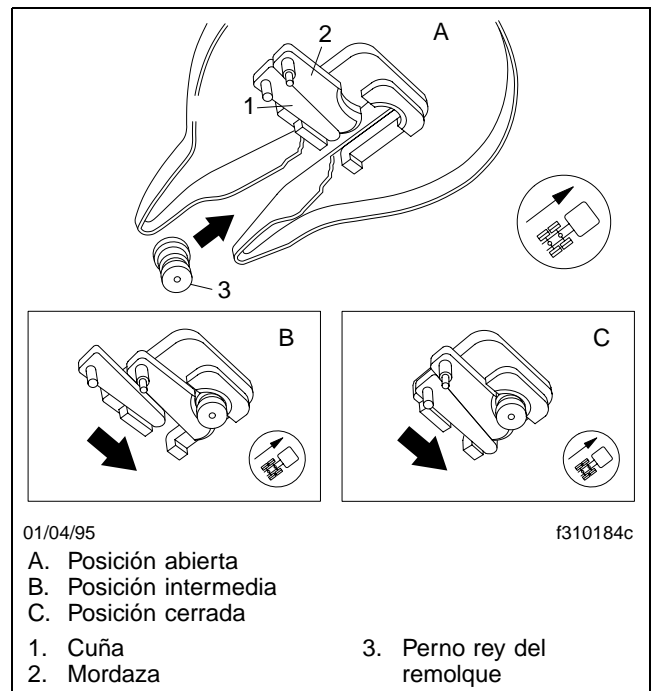

Figura 10.16, Mecanismo Fontaine de cierre del perno rey
Mecanismo de cierre de la quinta rueda para el perno rey del remolque (Figura 10.16)
Durante el enganche (**Figura 10.16**), el movimiento del perno rey al entrar en la mordaza activará la mordaza y la cuña. La mordaza se colocará detrás del perno rey, seguida por la cuña. La función de la cuña es reforzar la mordaza y eliminar la holgura alrededor del perno. Cualquier desgaste de la mordaza es compensado inmediatamente por la cuña de manera que no hay holgura en la conexión.
3. Coloque el tractor de manera que la abertura del mecanismo de cierre de la quinta rueda esté alineada (tanto vertical como horizontalmente) con el perno rey del remolque. El perno rey debe estar en una posición que le permita entrar en la garganta del mecanismo de cierre (**Figura 10.16**). Ajuste los patines del remolque para que estén bastante altos como para alinearse y asegurar el trabado efectivo del perno rey.